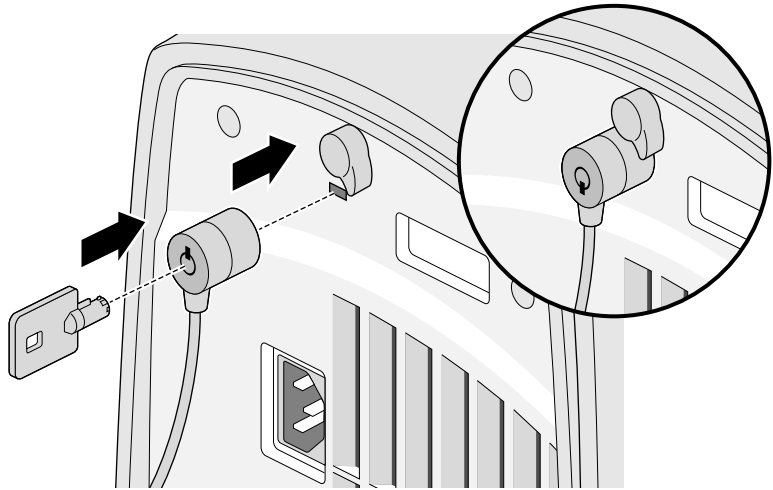

Figure 2-9 Verrouillage du système
2. Insérez le mécanisme de verrouillage Kensington et la clé dans l'orifice situé au-dessous du loquet, puis tournez la clé. Retirez la clé, comme indiqué à la Figure 2-9.